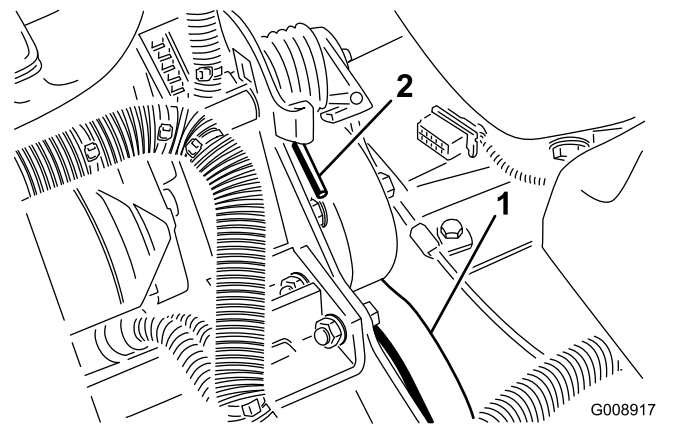

Bild 77
2. Drücken Sie das Ende der Feder (**Bild 77**) ab- und vorwärts, um die Feder aus dem Bügel auszuhaken und die Feder zu entspannen.